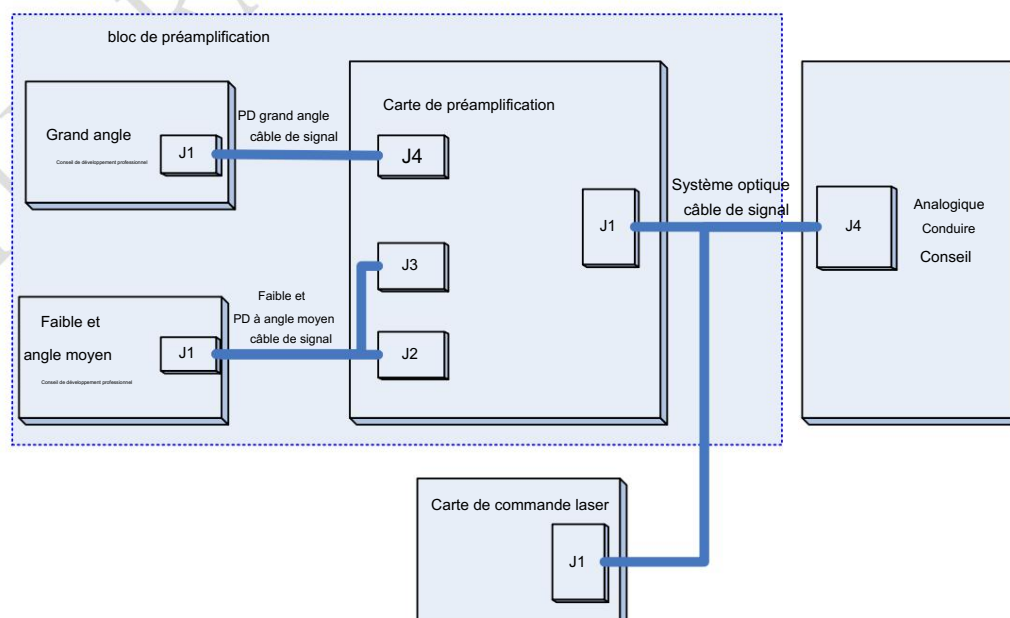

Figure 8-14 Schéma de circuit du système optique
La figure 8-14 présente le schéma du circuit du système optique. La carte de commande analogique pilote la carte de commande analogique du laser afin de générer la lumière. Les photodiodes (PD) des cartes PD à faible et moyen angle, ainsi que celle de la carte PD à grand angle, détectent le signal optique et transmettent le signal de courant à la carte de préamplification via le câble de signal. Après conversion I/V, conditionnement et amplification du signal par la carte de préamplification, le signal de courant est transmis par la ligne de signal du système optique à la carte de commande analogique pour traitement ultérieur. Un micro-interrupteur de protection est placé entre la carte de commande analogique et la carte de commande analogique du laser. Lorsque le boîtier du système optique est ouvert, le micro-interrupteur est déconnecté et le laser ne fonctionne pas. Par conséquent, pour vérifier l'émission de lumière du laser pendant un test, appuyez manuellement sur le micro-interrupteur afin de rétablir le circuit (assurez-vous que le câble est bien connecté aux broches « C » et « ON » du micro-interrupteur).
Tableau indicateur de la figure 8-14